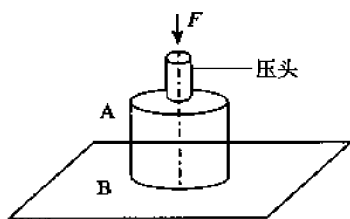

图 2-38
7. 置于刚性平面上的短粗圆柱体 AB,在上端面中心处受到一刚性圆柱压头的作用,如图 2-38 所示。若已知压头和圆柱的横截面面积分别为 150mm^2 、 250mm^2 ,圆柱 AB 的许用压应力 $[\sigma_c] = 100\text{MPa}$,许用挤压应力 $[\sigma_{bs}] = 220\text{MPa}$,则圆柱 AB 将_____破坏。